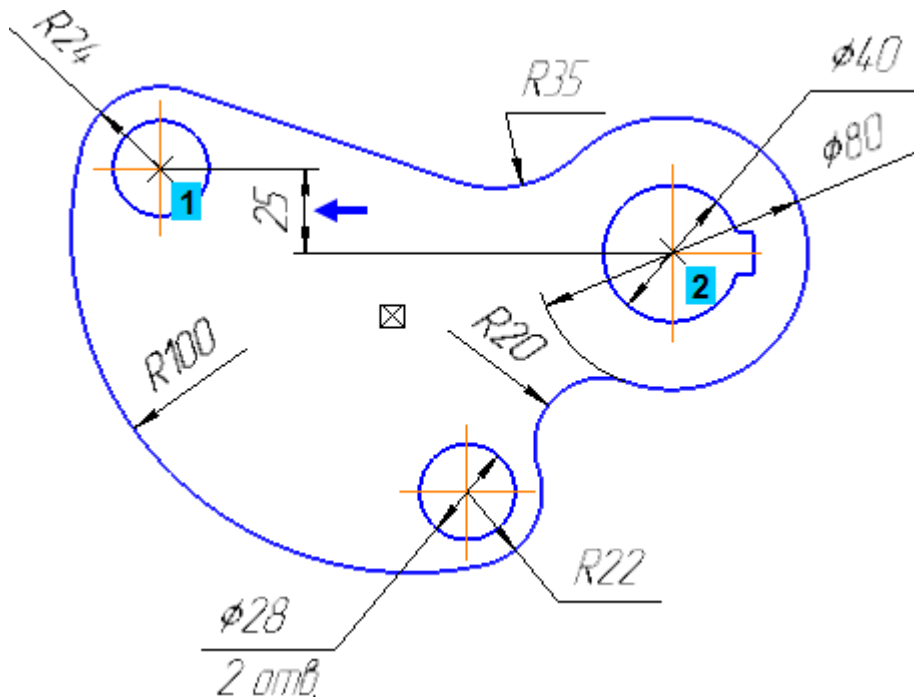

Рисунок 27.
- Укажите положение размерной линии (рис. 27).